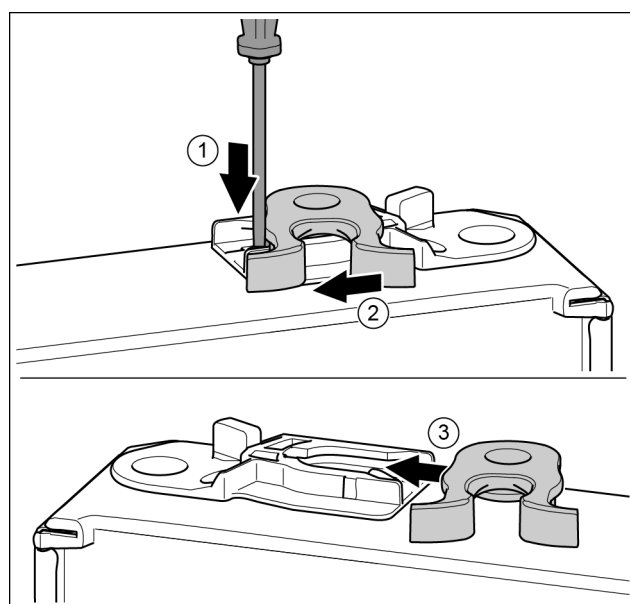

Fig. 33 *
- ▶ Con un cacciavite spingere la linguetta verso il basso. *Fig. 33 (1) **
- ▶ Estrarre il gancio di chiusura dalla guida. *Fig. 33 (2) **
- ▶ Spingere il gancio di chiusura sull'altro lato nella guida. *Fig. 33 (3) **